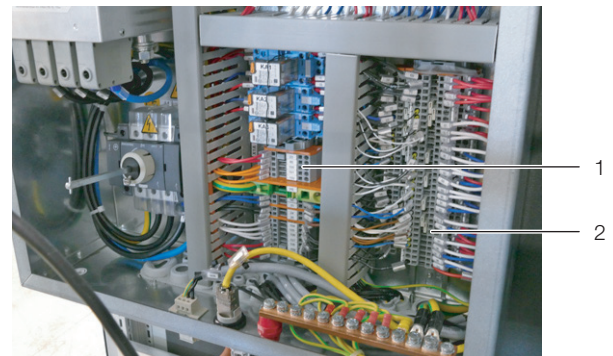

Abb. 34: Klemmleisten X1A und X2A in der Elektronikbox
- Falls Sie das LCP DX über einen Fernschalter ein- und ausschalten möchten: Entfernen Sie in der Elektronikbox an der Klemmleiste X1A die Brücke zwischen den beiden Klemmen 30 und 80 („Remote On-Off“) und schließen Sie dort potentialfrei einen Fernschalter (Schließer) an (Abb. 34, Pos. 1).